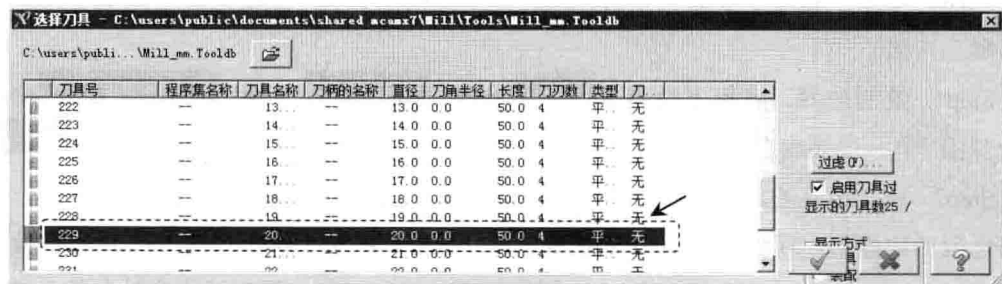

图 1.16 “选择刀具”对话框
Step6. 选择刀具。在“2D 刀具路径-外形”对话框中单击 **选择刀库** 按钮，系统弹出“选择刀具”对话框，在该对话框的列表框中选择图 1.16 所示的刀具。单击  按钮，关闭“选择刀具”对话框，系统返回至“2D 刀具路径-外形”对话框。